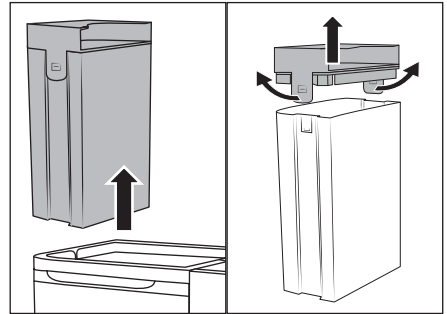

Fig. 5
(1) Versare solo acqua di rubinetto da fredda a calda oppure acqua distillata nel contenitore dell'acqua pulita 2. Non utilizzare acqua bollente. (2) Non azionare mai l'apparecchio con il contenitore dell'acqua pulita 2 vuoto. (3) Usare solo comune detergente per imbottiture che non formi schiuma o **detergente a base d'aceto LIDL W5**. Altri detersivi potrebbero danneggiare l'apparecchio. Si consiglia di aggiungere tre cucchiaini di **detergente a base d'aceto LIDL W5** a una carica completa (1,7 litri) del contenitore dell'acqua pulita 2. Se necessario aumentare gradualmente la percentuale di detergente a base d'aceto fino ad ottenere il risultato desiderato.
- ◆ Prendere il contenitore dell'acqua pulita 2 dall'impugnatura del coperchio 1 ed estrarlo dall'apparecchio verso l'alto (vedere fig. 5).
- ◆ Tirare leggermente le due linguette d'arresto verso l'esterno e togliere il coperchio 1 (vedere fig. 5).